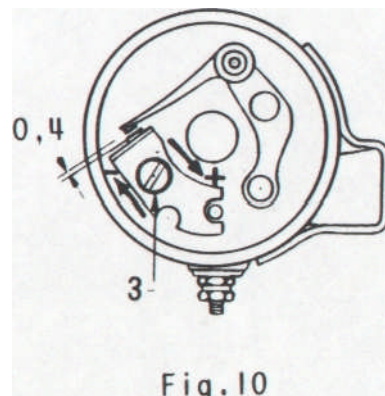

Fig. 10
Cas DUCELLIER : *Régler et bloquer par la vis (3) (Fig. 10)